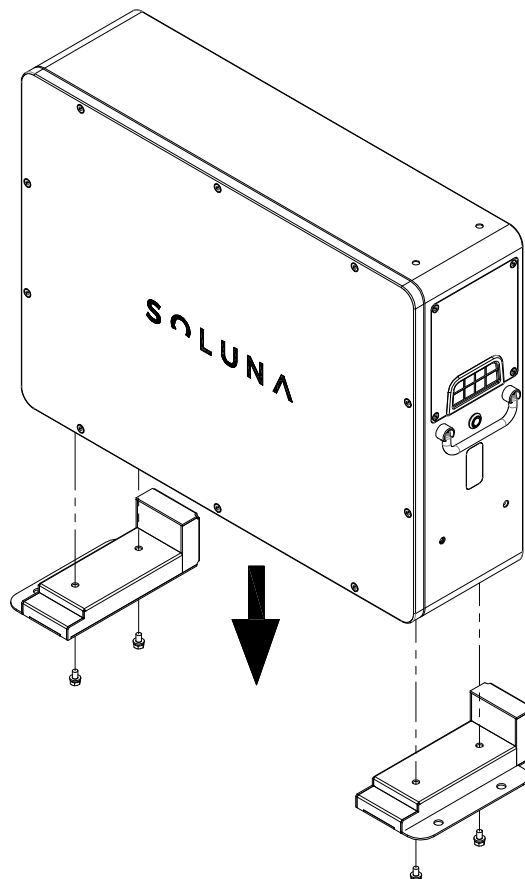

Figure 3.6 :
Étape 1) Fixez le support sur le produit à l'aide de 4 vis PCS M6. (Comme illustré à la Figure 3.6)